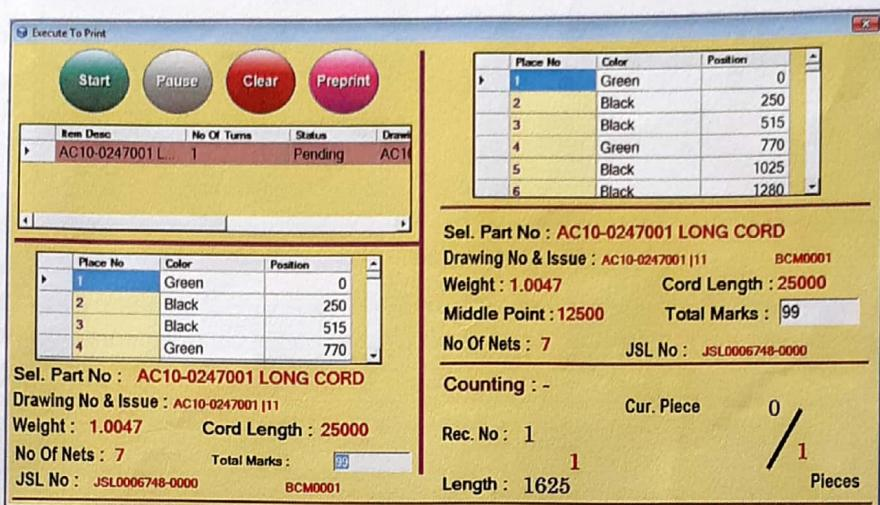

Figure 50
- මෙය Record කරන ලද Order List එකකි ඇති තොරතුරු බලා ගැටීම සඳහා නවීත 'Project' Menu වෙ පිවිසු එක ඇති 'Execute' Menu ව නොරා ගන්න. එවිට එකිනෝ Open වන Interface එකකි එම Order List එකට අදාළ සියලුම කරුණු පහත පරිදි දිය යේ Figure 50.